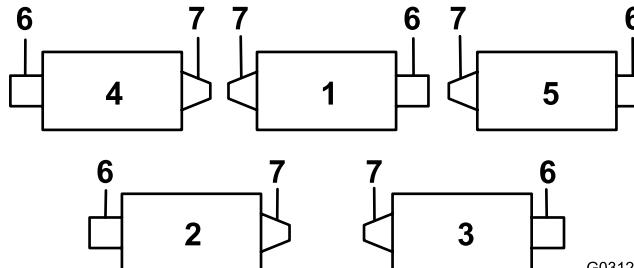

Bild 6
7. Montieren Sie an den Schneideeinheiten Nr. 4 (vorne links) und Nr. 5 (vorne rechts) die Schlauchführungen mit den Befestigungsmuttern der Stangenhalterung vorne an den Mähwerksnasen. Die Schlauchführungen sollten sich zur mittleren Schneideinheit neigen (Bild 6, Bild 7, Bild 8).